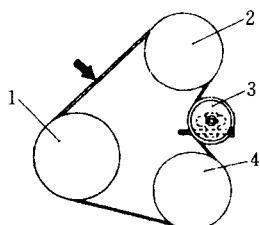

图 29 测量动力转向泵和空调压缩机间传动带下沉量——1995~1997 款埃克利普斯车 2.0L (420A) 和 2.4L (4G64) 发动机
- ①断开蓄电池负极接线。
- ②松开张紧轮中心处的螺母。
- ③转动调整螺栓使传动带松弛。
- ④取下传动带。
- ①将传动带安装到相应的带轮上。
- ②转动调整螺栓，使传动带张力达到如下标准：旧传动带应为 92.62~114.6lbf (412~510N)，新传动带应为 136.7~158.7lbf (608~706N)，也可以用另外一种方法调整张力：在曲轴传动带轮和动力转向泵传动带中间处施加 22lbf (98N) 的力，测量传动带的下沉量，新传动带的下沉量应为 0.32~0.35in (8.0~9.0mm)，旧传动带的下沉量应为 0.39~0.43in (10.0~11.0mm) (图 29)。